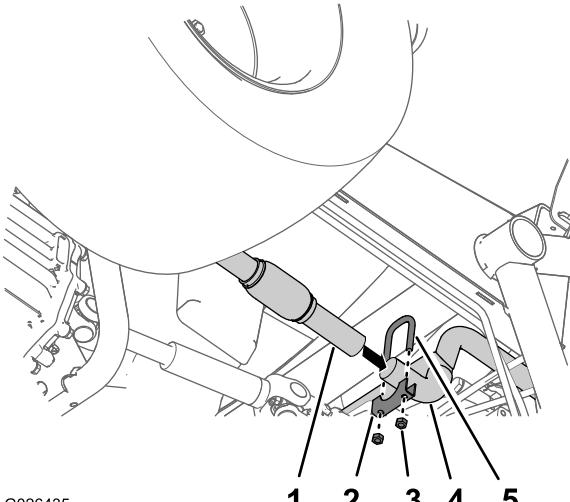

Figura 10
1. Pulite la superficie esterna all'estremità aperta del tubo a Y (Figura 10).
2. Fate scorrere il tubo di scarico finale (vicino al giunto flessibile) sull'estremità del tubo a Y fino a quando il tubo a Y non è completamente inserito nel tubo di scarico (Figura 10).
4. Montate un bullone a U (1-1/4 poll.), una staffa a sella (1-1/4 poll.) e 2 dadi nel giunto per il tubo di scarico e il tubo a Y (Figura 10).